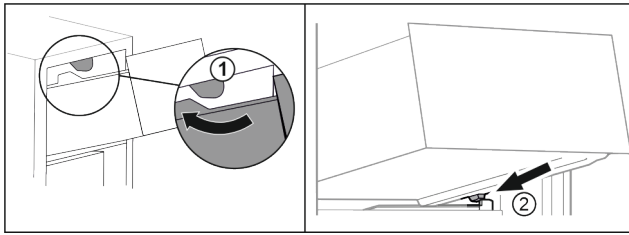

Fig. 90
- ▶ Schubfach um die oberen Stopper herumführen. Fig. 90 (1)
- ▶ Schubfach schräg hinter den unteren Stoppern auf Behälterrippe aufsetzen. Fig. 90 (2)